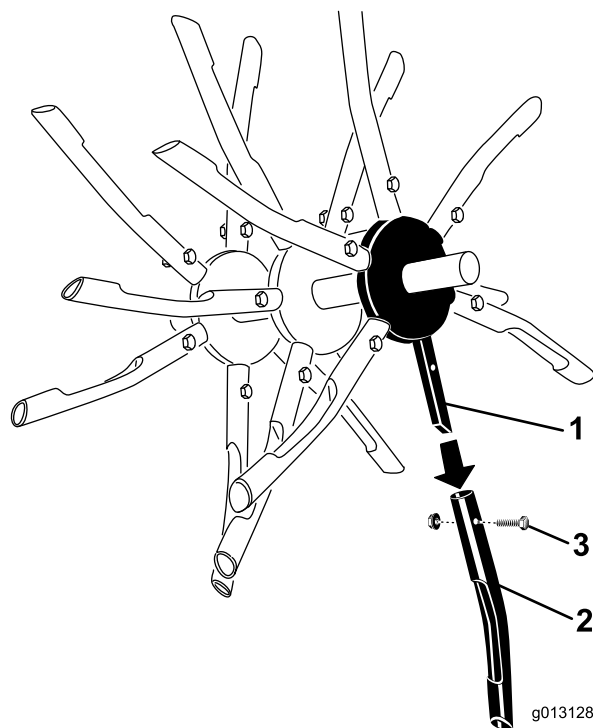

Figura 73
1. Retire la contratuerca con arandela prensada y el perno que sujetan el taladro a la araña, y retire el taladro (Figura 73).